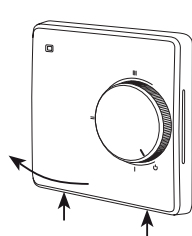

Рис. 4-1
- 1 Снимите лицевую крышку. Для этого тонкой шлицевой отверткой аккуратно поочередно надавите на защелки, расположенные снизу лицевой крышки терморегулятора, при этом потянув ее на себя (рис. 4-1).